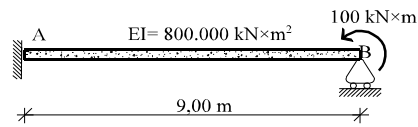

Figura 16
16) Obtener las reacciones de la viga de la figura 16 integrando la ecuación diferencial correspondiente.